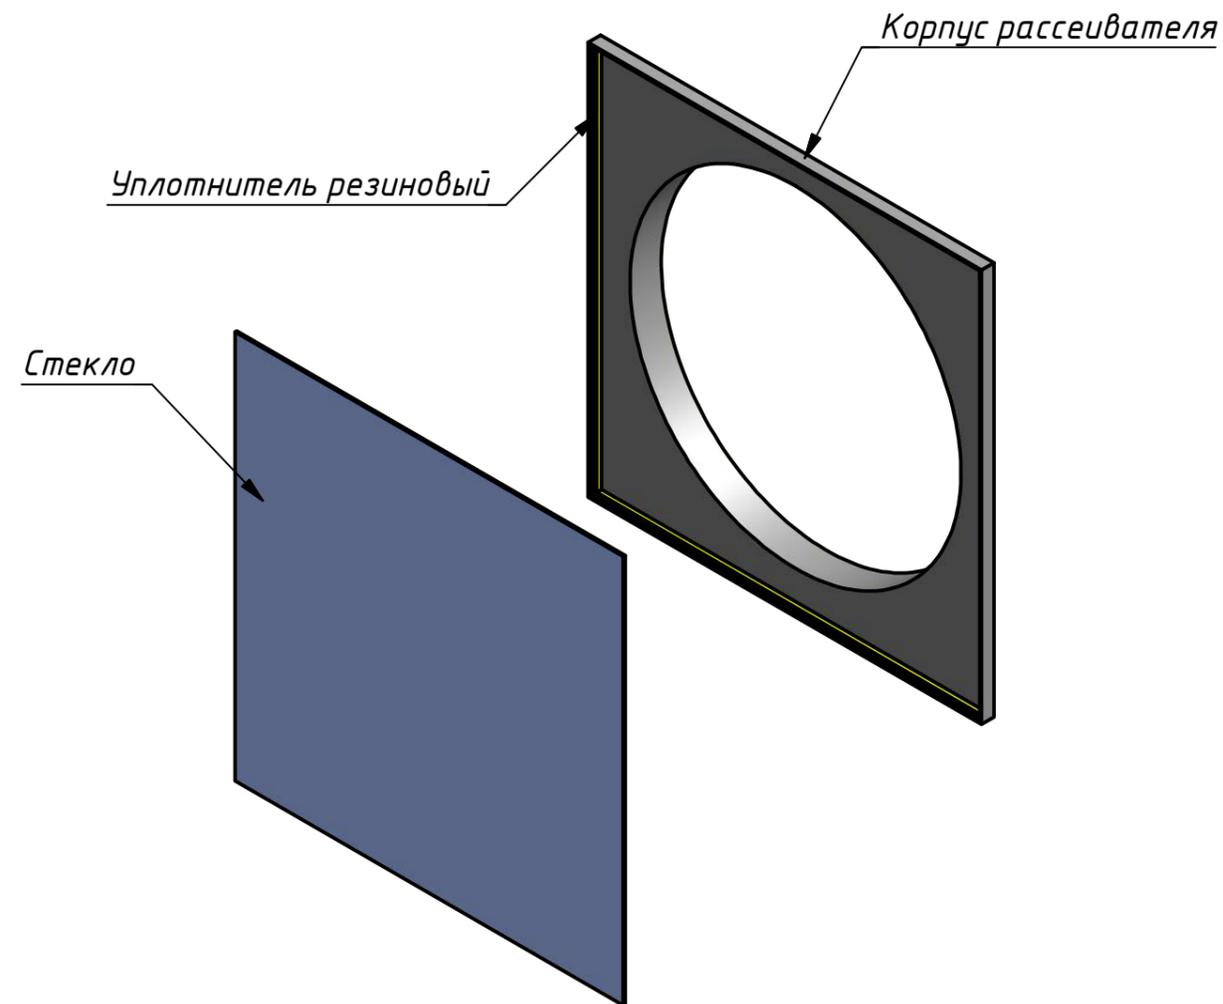

Рис. 20
4.5.1.1. Закрепить стекло на корпусе рассеивателя с помощью резинового уплотнителя (рис. 20).